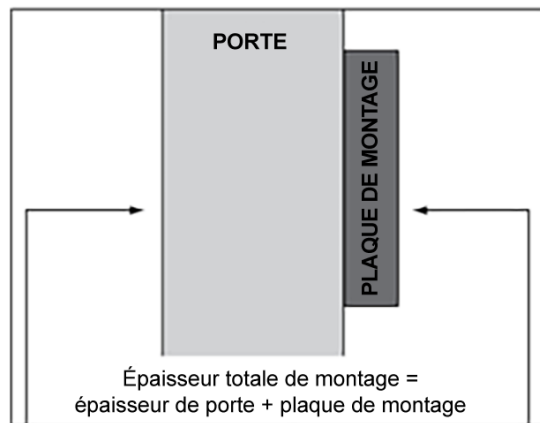

Figure 8
4. Mesurez l'épaisseur totale du montage (épaisseur de porte + plaque de montage). (Figure 8)